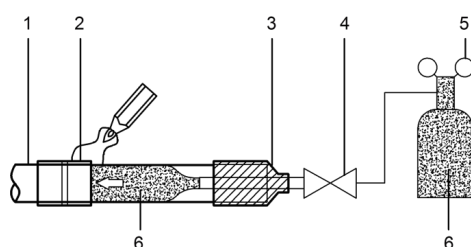

Figura 31
- Durante a soldagem, quando o tubo está cheio de nitrogênio, a pressão do nitrogênio deve ser reduzida para 0,02 MPa usando a válvula de liberação de pressão. Consulte a Figura 31.